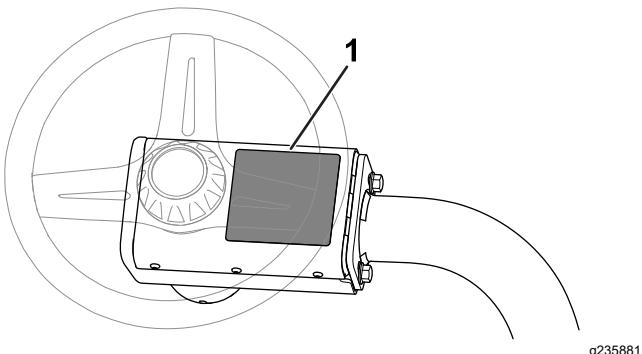

Bild 14
- Überkleben Sie den vorhandenen Warnaufkleber (Bestellnummer 136-8506 mit dem CE-konformen Warnaufkleber (Bestellnummer 136-8505) an der Maschine. Bild 14 zeigt die Position des Warnaufklebers.